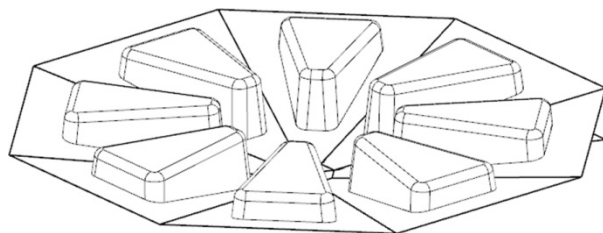

图 13-13 创建圆形阵列特征
(28) 单击“确定”按钮，创建圆形阵列特征，如图 13-13 所示。